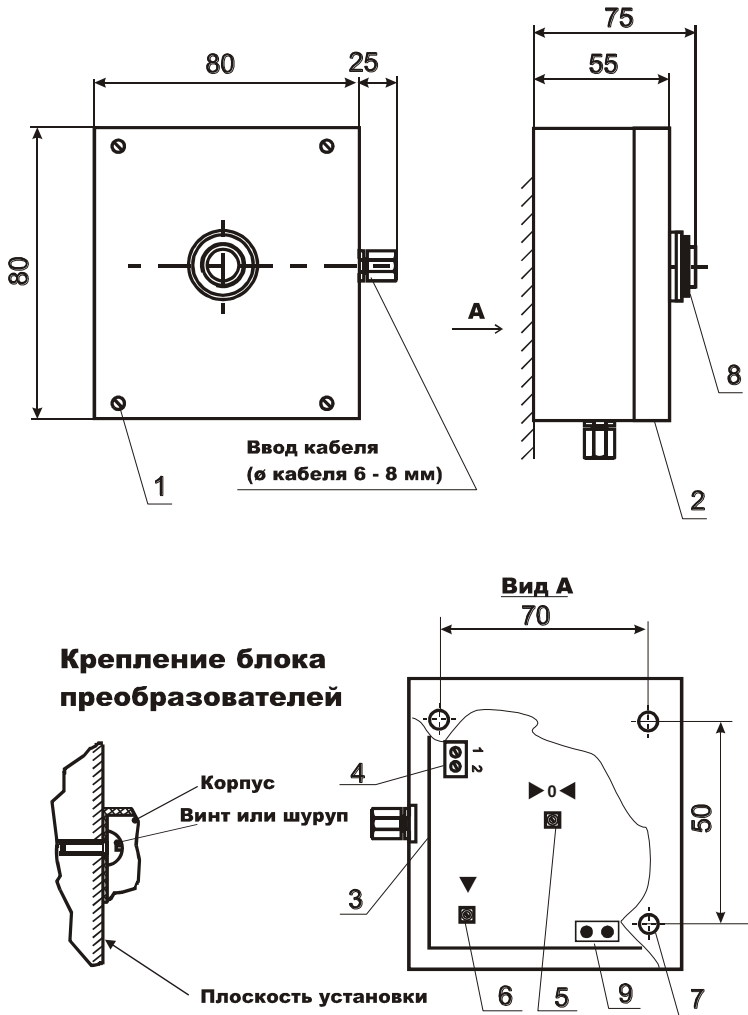

РИС. 2
2) установите градуировочную насадку на детектор. Подайте на вход насадки чистый воздух с расходом  $(300 \pm 100) \text{ см}^3/\text{мин}$ . Величина тока должна соответствовать 4 мА в пределах приведенной погрешности. При отклонении тока от указанного значения произведите подстройку тока резистором установки нуля (поз.5 рис.2).
Где  $C_{\text{и}}$  – концентрация измеряемого компонента в ПГС,  $C_{\text{д}}$  – верхний предел диапазона измерения. При отклонении тока от указанного значения произведите подстройку тока резистором установки чувствительности (поз. 6 рис.2).